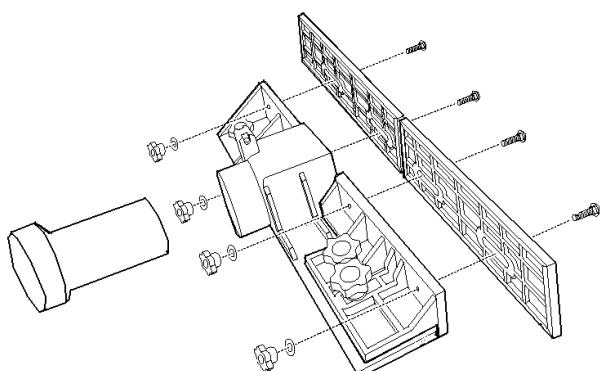

Fig 6
**Montage der Anschlagbretter und des Absaugtrichters (Fig 6):**